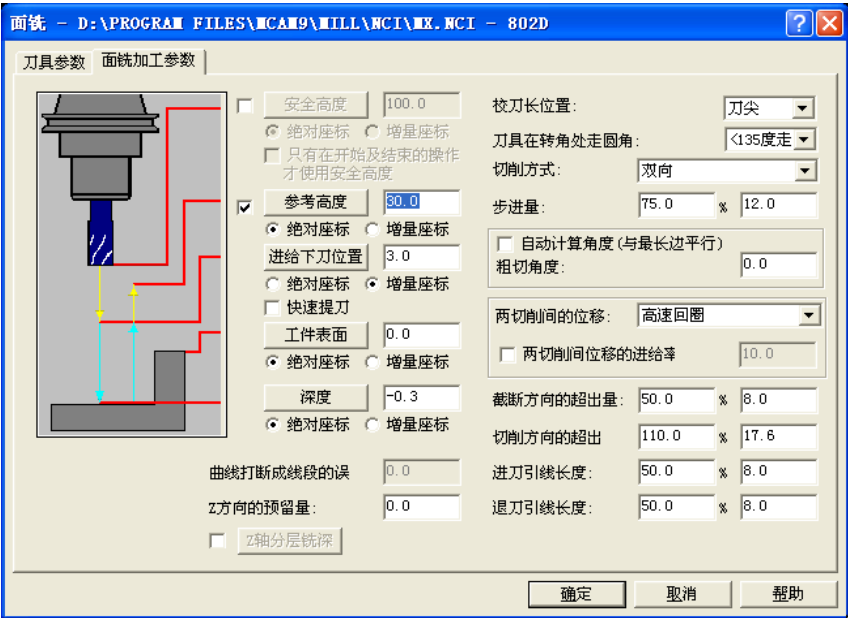

图 1-14 面铣加工参数
7) 单击“面铣加工参数”，进入“面铣加工参数”选项卡，设定参考高度：30.0，进给下刀位置：3.0，点选“增量坐标”，深度：-0.3，其余默认，单击“确定”，如图 1-14 所示。